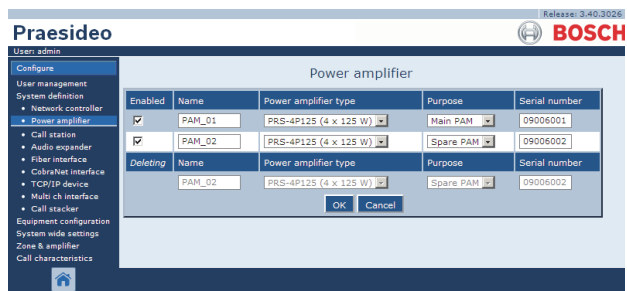

abbildung 43.10: Endstufe löschen, Schritt 3
- Klicken Sie auf die Schaltfläche **Löschen**. Im Mainframe der webbasierten Benutzeroberfläche erscheint ein Bildschirm, der dem in abbildung 43.10 ähnelt.